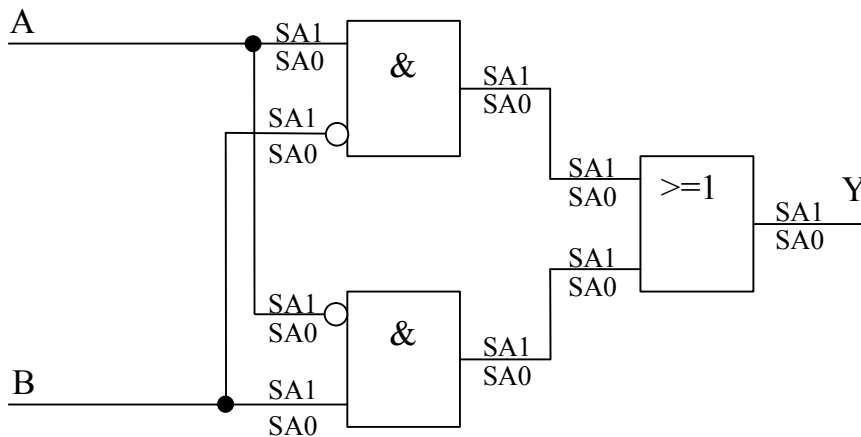

Abbildung 1
Gegeben ist die Schaltung in Abbildung 1. Arbeiten Sie mit dem single-Stuck-at Fehlermodell.
- Geben Sie einen minimalen Satz von Testvektoren an, der geeignet ist, alle in Abbildung 1 eingetragenen Fehler zu erkennen!